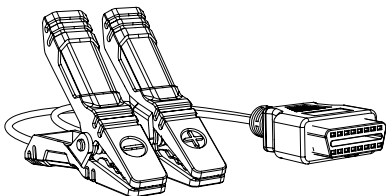

Abbildung 2.1.5
10. Batterietestkabel mit OBD-II-Buchse und Batterieklemmen. (Siehe Abbildung 2.1.5)